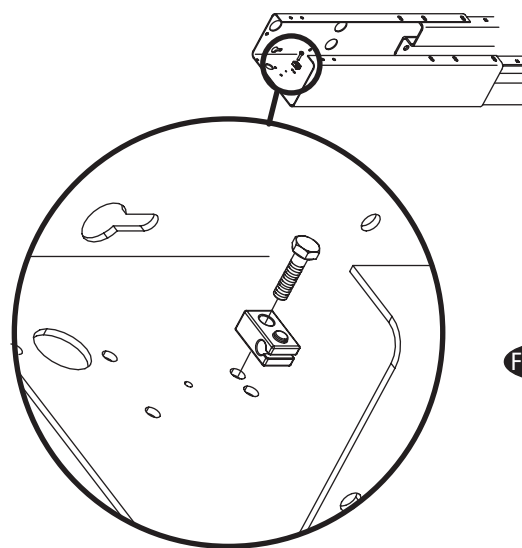

Figure 2b
4. Guides de verrouillage de câble : Installez les supports de guidage du conduit du verrouillage de câble sur les rallonges de colonne avec (1) écrous de blocage de 1/4" -20NC x 1" HHCS et écrous de blocage bridé de 1/4" -20NC, Figure 2. Le HHCS devrait traverser le trou le plus près du bord, comme illustré, Figure 2b.